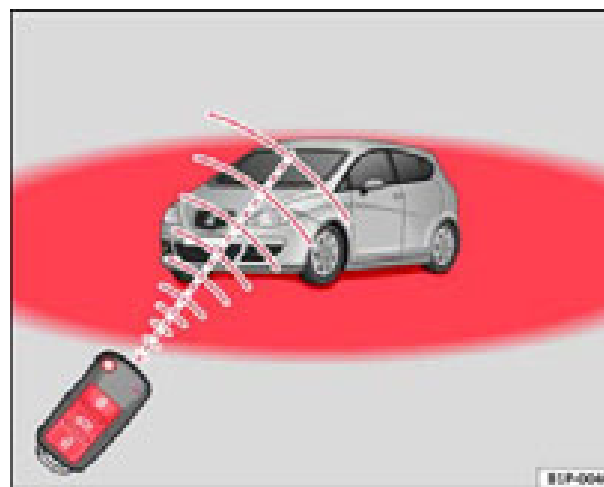

Fig. 64 Radio de acción del mando a distancia por radiofrecuencia
- El mando a distancia por radiofrecuencia funciona únicamente dentro de su radio de acción ⇒ página 103, fig. 64 (zona roja).
- Si se desbloquea el vehículo con la tecla  ① y no se abre ninguna puerta ni el portón trasero antes de que transcurran 30 segundos, volverá a bloquearse automáticamente. Esta función impide que el vehículo permanezca desbloqueado involuntariamente durante un periodo de tiempo prolongado.